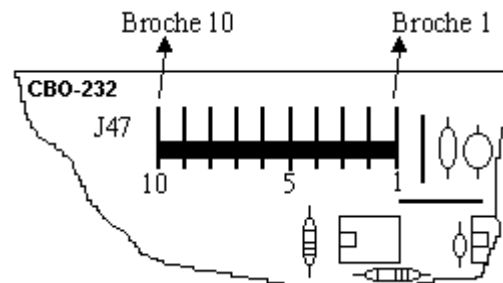

FIGURE 3
- Enficher le connecteur 10 broches P47, sur la carte CBO-232, en prenant soin de respecter le repère blanc indiquant la broche N°1 (Voir FIGURE 3, page 6).